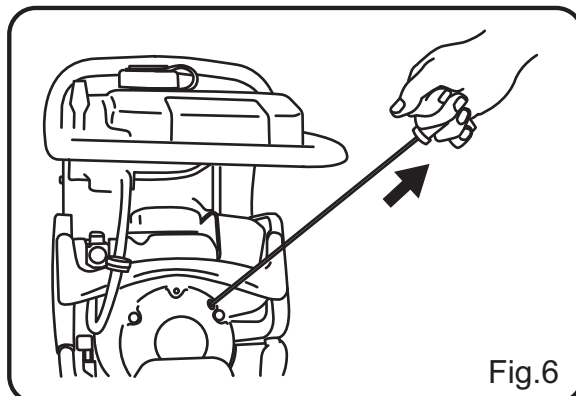

Fig.6
- 3) Afferrare la manopola dell'avviamento a strappo e tirarla leggermente. Si avvertirà della resistenza. Quindi, tirarla con forza per avviare il motore. Non lasciare andare la manopola prima che la corda dell'avviamento sia tornata nella sua posizione originaria. (Fig.6)